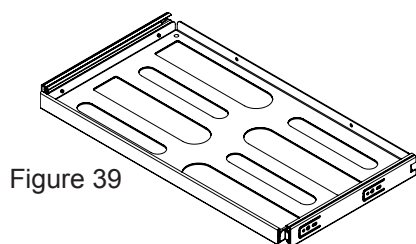

Figure 39
- (1) étagère en porte-à faux, encadrement et verre 4 bouteilles (Voyez la figure 39).